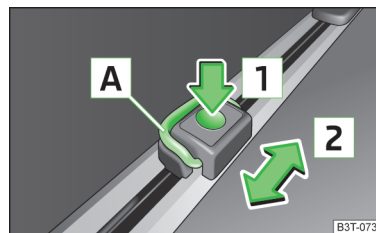

Fig. 118
- Appuyez sur la touche dans le sens de la flèche **[1]** » fig. 118 et faites coulisser l'œillet d'arrimage dans la position souhaitée dans le sens de la flèche **[2]**.